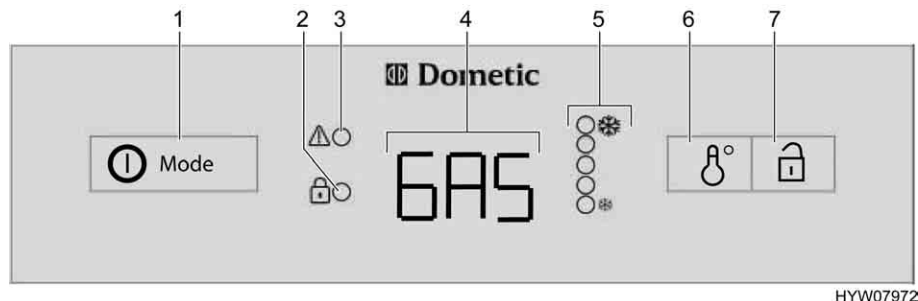

Fig. 124 Elementi di comando per il frigorifero (serie Dometic 8 con AES)
In caso di guasti il relativo indicatore LED "!" (Fig. 124,3) lampeggia.
Se è selezionato il funzionamento automatico, l'alimentazione a 230 V **non** è allacciata e il motore del veicolo è **spento**, il sistema AES seleziona il rifornimento di gas. Selezionando il funzionamento a gas, il dispositivo di sicurezza si apre automaticamente, così che il gas possa fluire al bruciatore. Contemporaneamente si inserisce l'accenditore elettronico. Se la fiamma del gas si spegne, p. es. a causa di un colpo di vento, l'accenditore viene subito azionato riaccendendo il gas. In caso di guasti nel funzionamento a gas, nell'indicazione di funzionamento (Fig. 124,4) lampeggia la scritta "GAS".
Dopo l'accensione il frigorifero seleziona automaticamente la regolazione intermedia del termostato. Questa impostazione può essere modificata manualmente con l'interruttore per la regolazione della temperatura (Fig. 124,6). Gli indicatori LED (Fig. 124,5) visualizzano la temperatura selezionata sul termostato. Con l'interruttore viene regolata la temperatura di refrigerazione per tutti i tre tipi di energia. Ci vogliono alcune ore prima che il frigorifero raggiunga la temperatura normale di esercizio. Cambiando la modalità di funzionamento la regolazione del termostato non viene modificata. La temperatura di refrigerazione è indipendente dal tipo di energia utilizzata.
- Premere l'inseritore/selettore di energia (Fig. 124,1) per 2 secondi, per accendere l'apparecchio. L'ultima modalità di funzionamento prescelta viene visualizzata nell'indicazione di funzionamento (Fig. 124,4).
- Con l'inseritore/selettore di energia (Fig. 124,1) selezionare il tipo di energia.
- Regolare la temperatura di refrigerazione sull'interruttore per la regolazione della temperatura (Fig. 124,6). Gli indicatori LED (Fig. 124,5) visualizzano la regolazione del termostato prescelta.
- Premere l'inseritore/selettore di energia (Fig. 124,1) per 2 secondi. Cancellare tutte le indicazioni.